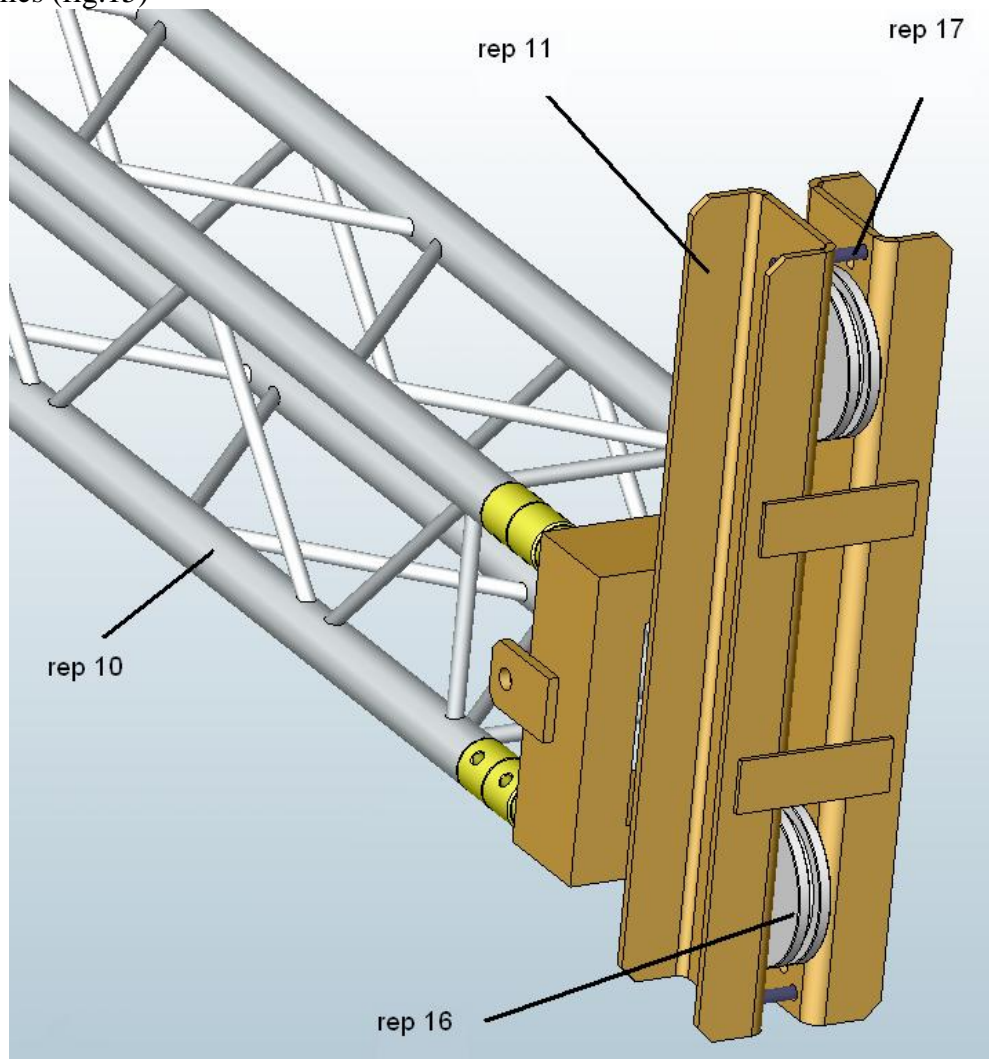

fig.15
d) Placer les 2 boulons de maintien de la chaîne (rep 17) dans les trous les plus éloignés des poulies (fig.15)